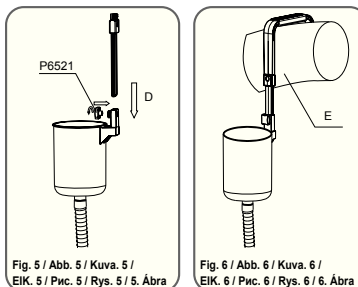
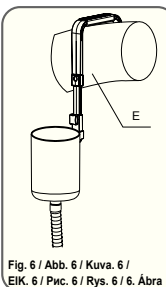

Fig. 5 / Abb. 5 / Kuva. 5 / EIK. 5 / Pnc. 5 / Rys. 5 / 5. Ábra
Fig. 6 / Abb. 6 / Kuva. 6 / EIK. 6 / Pnc. 6 / Rys. 6 / 6. Ábra
4. Sitúe el tornillo en el anillo hinchable de la piscina cerca de la válvula de salida de la piscina. Ajuste la altura del skimmer si es necesario. (Veja Fig. 5). Asegúrese de que el gancho está firmemente ajustado a la piscina. (Veja Fig. 6)
3. Bringen Sie den zusammengebauten Haken am Skimmergehäuse an und ziehen Sie ihn mit der mitgelieferten Schraube (P6521) fest. (Siehe Abb. 5)
4. Setzen Sie den montierten Haken in den aufblasbaren Ring des Pools in der Nähe des Auslassventils. Stellen Sie falls erforderlich die Höhe des Reinglers ein. (Siehe Abb. 5). Stellen Sie sicher, dass der Haken auf dem Poolrand aufliegt. (Siehe Abb. 6)
3. Maak de geassembleerde haak vast aan de skimmer en zet vast met de schroef (P6521). (Zie Fig. 5)
4. Plaats de gemonteerde haak op de opblaasring van het zwembad, bij het uitlaatventiel van het zwembad. Pas de hoogte van de skimmer aan als dat nodig is. (Zie Fig. 5). Zorg ervoor dat de haak goed vastzit aan het zwembad. (Zie Fig. 6)
3. Fissare il gancio montato al corpo dello skimmer stringendolo con la vite fornita (P6521). (Vedere Fig. 5)
4. Posizionare il gancio montato sull'anello gonfiabile della piscina accanto alla valvola di uscita. Se necessario, regolare l'altezza dello skimmer. (Vedere Fig. 5). Verificare che il gancio sia correttamente fissato alla piscina. (Vedere Fig. 6)
3. Fixez le crochet assemblé sur le corps du dépollueur et serrez-le à l'aide de la vis fournie (P6521). (Voir Fig. 5)
4. Placez le crochet assemblé sur l'anneau gonflable de la piscine à côté de la valve d'écoulement. Réglez la hauteur du dépollueur si nécessaire. (Voir Fig. 5) Assurez-vous que le crochet soit fixé solidement à la piscine. (Voir Fig. 6)
3. Прикрепите собранный кронштейн к корпусу скиммера и затяните крепление винтом (P6521). (См. Рис. 5)
4. Поместите собранный кронштейн на наддувное кольцо бассейна рядом с выпускным клапаном. При необходимости отрегулируйте скиммер по высоте. (См. Рис. 5). Убедитесь в том, что кронштейн надежно держится на бассейне. (См. Рис. 6)
3. Przyłóż zmontowany hak do korpusu skimmera i przymocuj go za pomocą dołączonego wkrętu (P6521). (Patrz Rys. 5)
4. Umieść zmontowany zaczepek na nadmuchywanym pierścieniu w pobliżu zaworu wylotowego basenu. Jeżeli to konieczne wyreguluj wysokość pływak przelotowego. (Patrz Rys. 5). Sprawdź, czy hak jest pewnie przymocowany do basenu. (Patrz Rys. 6)
3. Sätt fast den monterade haken på skimmern och fast med medföljande skruv (P6521). (Se Fig. 5)
4. Placera den monterade kroken på den uppblåsbara ringen på poolen nära poolens utsläppsvävent. Justera avskumningsstötens höjd vid behov. (Se Fig. 5)
Kontrollera att haken är ordentligt fäst till i poolen. (Se Fig. 6)